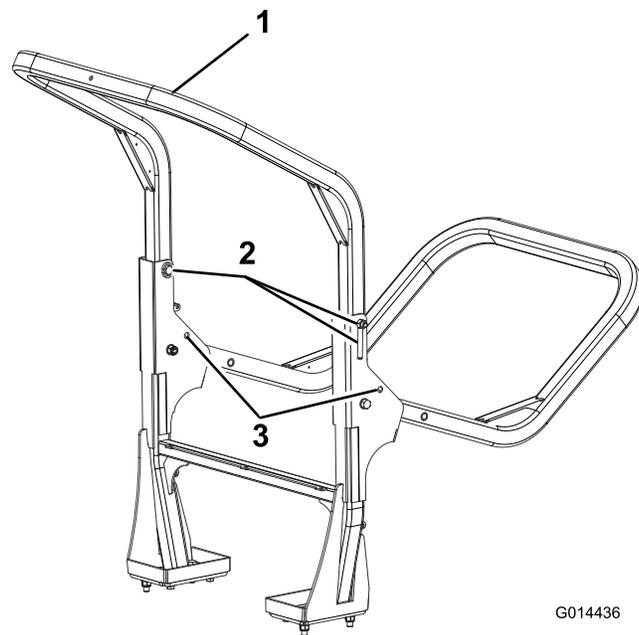

図 30
2. ROPSバーを支えておいてハンドナットをゆるめ、ワッシャおよびリテーナボルトと共にピボットブラケットから取り外す(図 30)。